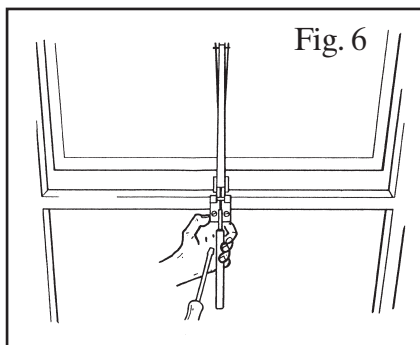

Fig. 6
4. Spænd karmbeslaget fast midt på vindueskarmen – se fig. 6